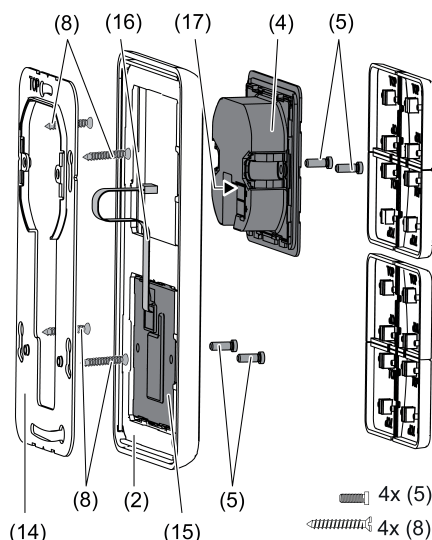

Рисунок 2: Монтаж с расширительным модулем датчиков касания
При использовании расширительного модуля датчиков касания (рисунок 2): предпочтительен вертикальный монтаж. Использовать большое опорное кольцо (14). При монтаже только в одной розетке для скрытого монтажа нижние винты утопить в стене, например с отверстием $\varnothing 6 \times 10$ мм. Опорное кольцо использовать в качестве шаблона.